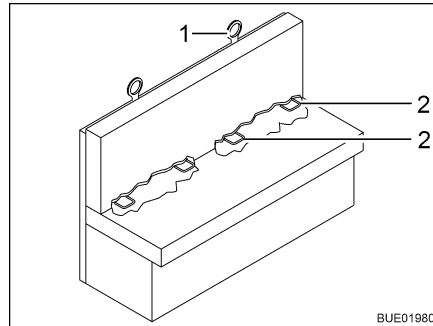

Fig. 21 Sécurité enfant Isofix
Quand le véhicule est équipé d'une sécurité enfant Isofix, les sièges appropriés portent un symbole Isofix. Ces sièges possèdent un étrier de fixation (Fig. 21,2) et un point d'ancrage supplémentaire en haut sur l'accoudoir (Top Tether) (Fig. 21,1). Utiliser des systèmes de retenue pour enfants compatibles avec Isofix. Les systèmes de retenue pour enfants possèdent des bras encliquetables qui s'enclenchent dans les étriers de fixation du siège.
- Fixer si possible de plus le siège pour enfant au Top Tether (Fig. 21,1).